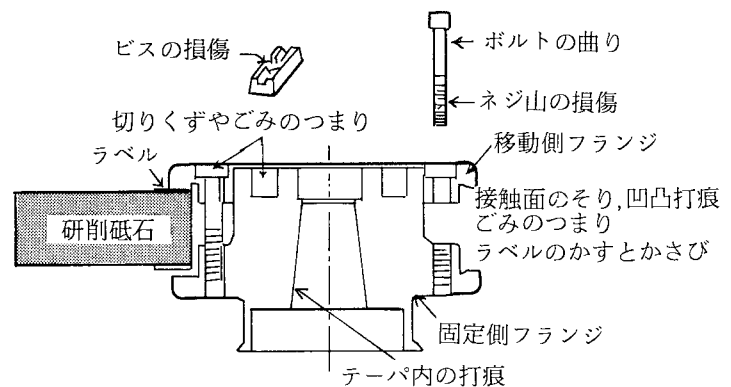

図1-5
- (2) フランジの点検をする。
- ① 図1-5にしたがって, 取付けボルトのピッチ, ボルト穴, フランジの接触面, バランス溝およびテーパ穴などに異常がないかを確認する。